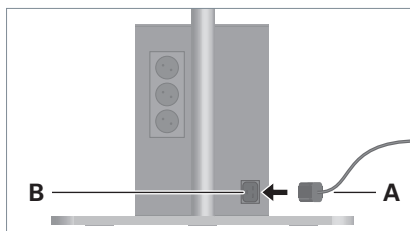

Fig. 10: Collegamento dell'apparecchio d'illuminazione.
- Inserire la presa **A** nella spina **B** dell'unità di alimentazione, vedi Fig. 10.